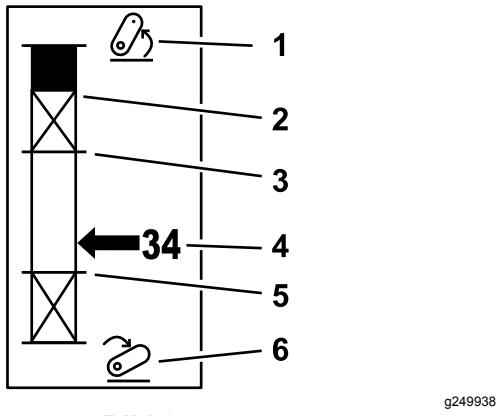

Bild 22
2. Starten Sie die Outcross-Maschine und scrollen Sie durch die Bildschirme auf der Statusanzeige, um die Höhe der 3-Punkt-Aufhängung (Bild 22) anzuzeigen.
3. Bewegen Sie die 3-Punkt-Aufhängung auf und ab und notieren Sie sich die Nummer der Position in der Transportstellung, der Wendeposition, die maximale Arbeitsposition und die minimale Arbeitsposition (Bild 22).
Hinweis: Heben Sie das Anbaugerät an den höchstzulässigen Punkt an und notieren Sie die angezeigte Höhenposition auf der Statusanzeige und geben Sie diese in die Parametereinstellung im InfoCenter (Bild 22) ein.
Senken Sie das Anbaugerät an den niedrigsten zulässigen Punkt an und notieren Sie die angezeigte Höhenposition auf der Statusanzeige und geben Sie diese in die Parametereinstellung im InfoCenter (Bild 22) ein.
Dies ist die maximale Hubhöhe eines 3-Punkt-Anbaugeräts. Stellen Sie diese Position ein, indem Sie das Anbaugerät auf die maximal zulässige Höhe oder den höchsten Winkel bei nicht angekuppelter Zapfwelle anheben, je nachdem, was zuerst eintritt. Notieren Sie sich die angezeigte Höhenposition auf der Statusanzeige und geben Sie diese in die Parametereinstellung im InfoCenter (Bild 22) ein.
Dieser Parameter wird nur für 3-Punkt-Anbaugeräte benötigt, die vom Paddel angesteuert werden können. Dies ist die automatische Stellung der 3-Punkt-Aufhängung, wenn das Anbaugerät in Wendestellung oder zum Umgehen von Gefahren angehoben ist. Stellen Sie diesen Punkt ein, indem Sie die 3-Punkt-Aufhängung anheben und sicherstellen, dass das angehobene Anbaugerät die natürlichen Mulden des Rasens nicht beschädigt. Notieren Sie sich die angezeigte Höhenposition auf der Statusanzeige und geben Sie diese in die Parametereinstellung im InfoCenter (Bild 22) ein.